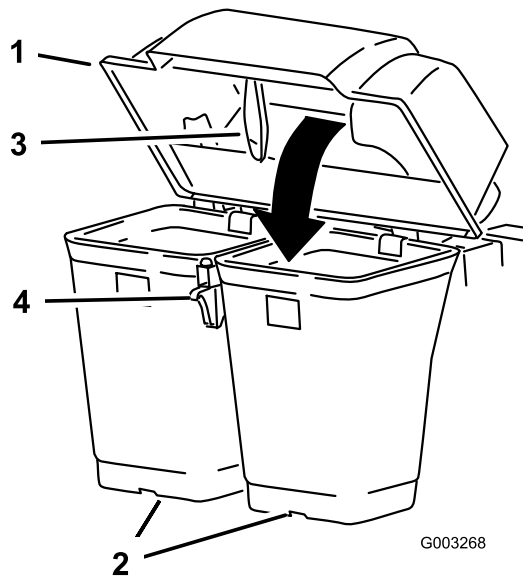
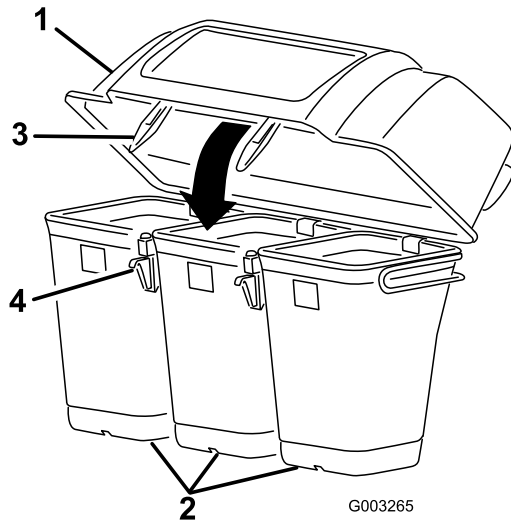

Figura 10
Figura 11
7. Baje el capó del ensacador sobre las bolsas (Figura 10 o Figura 11).